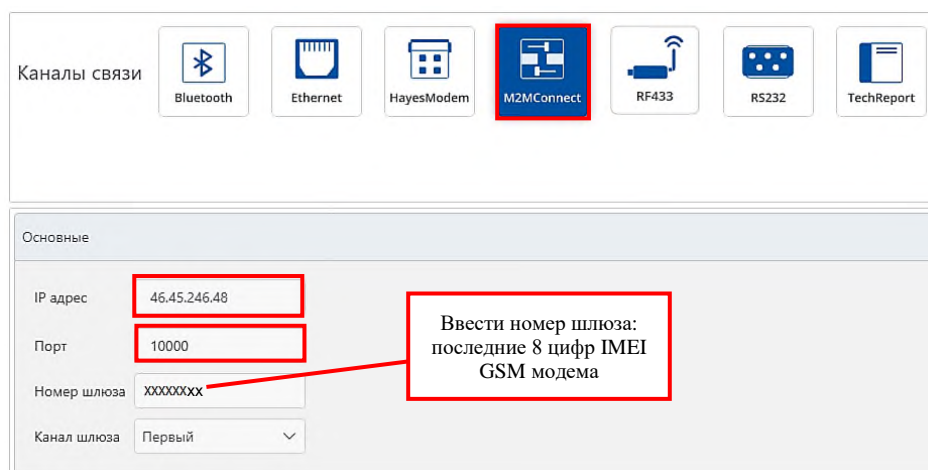

Рисунок 4.4. Пример ввода основных параметров для канала связи *M2MConnect*.
4.2.3 В подразделе **Основные** ввести данные: IP адрес сервера – по умолчанию 46.45.246.48 (сервер 1) или 213.222.245.173 (сервер 2, резервный), порт подключения – по умолчанию 10000, номер шлюза (соответствует 8-ми последним цифрам IMEI GSM модема, который указан в паспорте GSM модема в комплекте документации к ВПУ, также IMEI указан на самом GSM модеме), канал шлюза – первый, рис. 4.4.